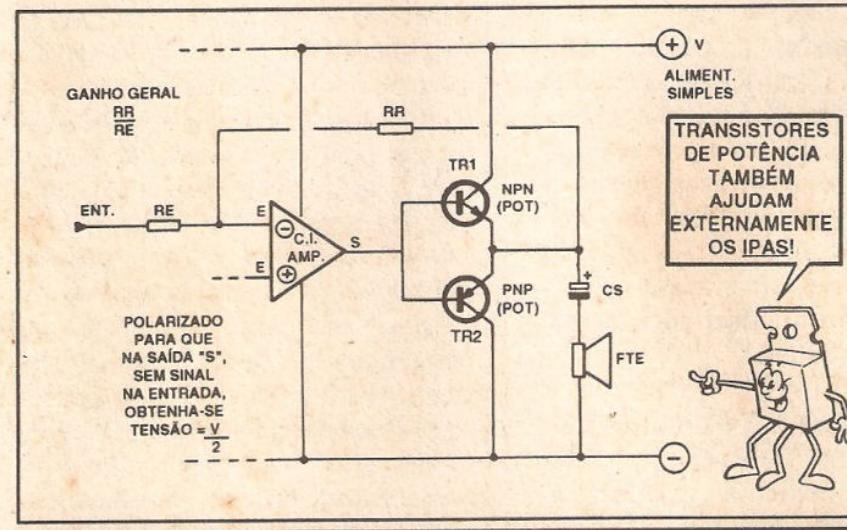

FIG. 17
- FIG. 17 - REFORÇANDO A SAÍDA DO IPA... - Com o módulo pré-amplificador exemplificado na fig. anterior, melhoramos a sensibilidade e o ganho geral do sistema... Mas e se o problema for mesmo a "wattagem" final, ou seja: temos um IPA capaz de "dar" 10W de Saída, mas precisamos de 50W, ou